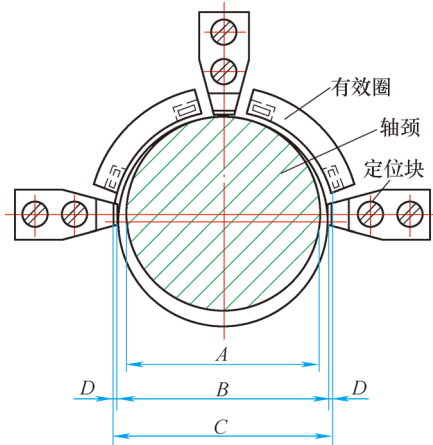

图13 定位块磨损相关尺寸
(5) 定期检查磨损程度 对于曲轴感应器，需要定期检查定位块的磨损程度。例如，德国某知名设备厂家规定，间隔定位块的磨损尺寸不能超过 $0.3D$ （见图13， D 为有效圈内径与间隔定位块的间隙； B 为定位块包容直径； C 为有效圈内径）。